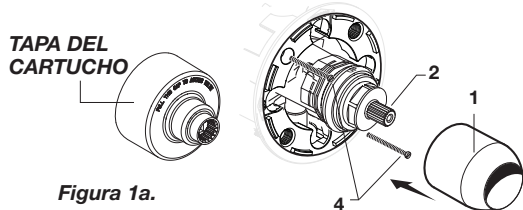

Figura 1a.
- **Figura 1a.** Retire la tapa del cartucho. Empuje la TAPA (1) por encima del CARTUCHO DE LA VÁLVULA (2) hasta que esté apoyada contra el dispositivo de retención.